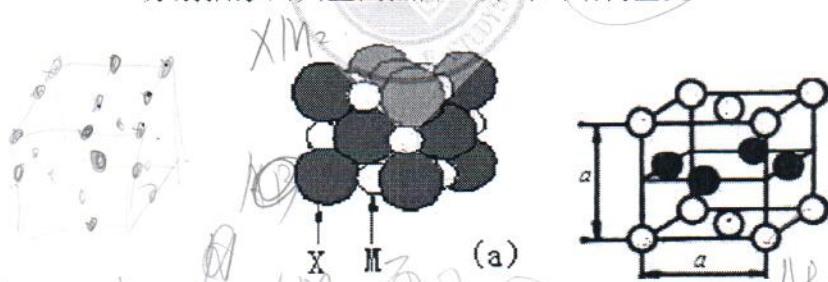

图 1 两种 A-B 二元合金相晶胞示意图
1. 如图 1 为两种 A-B 二元合金相晶胞 (类似于 NaCl 和 CuAu 结构), 分别抽象出其空间点阵, 并写出结构基元。
2. 对图 1 (a), 用原子 (离子) 半径表达出的点阵常数  $a$ ; 给出晶胞中的原子 (离子) 个数。指出小原子 (或正离子) 的配位数是多少?